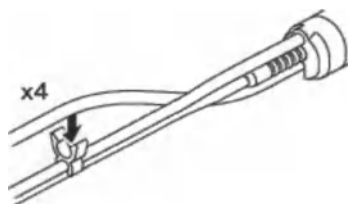

Рисунок 94 — Установка зажимов кабеля рукоятки
3. С помощью четырех зажимов кабеля рукоятки прикрепите кабель рукоятки к трубкам (рисунок 94).